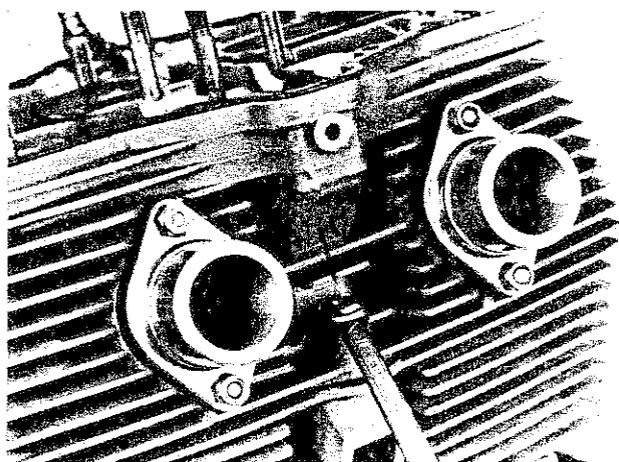

Fig. 38
- 7) Svitare i due dadi da 13 mm di unione della testa con i cilindri, piazzati anteriormente fra i condotti di scarico e posteriormente fra quelli di aspirazione (Fig. 38).
- 7) Undo two 13 mm nuts that join the head to the cylinder block. One of these nuts is placed between the exhaust pipes and the other between the inlet manifolds (Fig. 38).